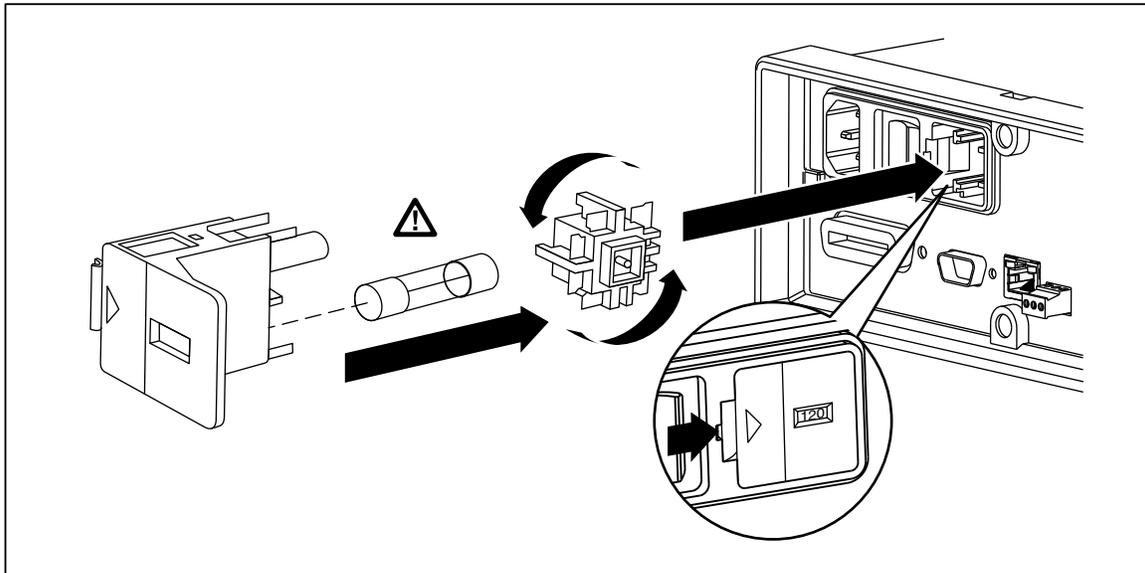

図 2-1. 電源ヒューズの交換
2. 図 2-1のようにドライバーをヒューズ・ホルダーの左のくぼみに差込み、右に押しつけてホルダーを取り外してください。
2. 図 2-1のようにドライバーをヒューズ・ホルダーの左のくぼみに差込み、右に押しつけてホルダーを取り外してください。本器は、ヒューズ・ブロックに入っているものと同じレート（電圧）の予備のヒューズと一緒に出荷されています。